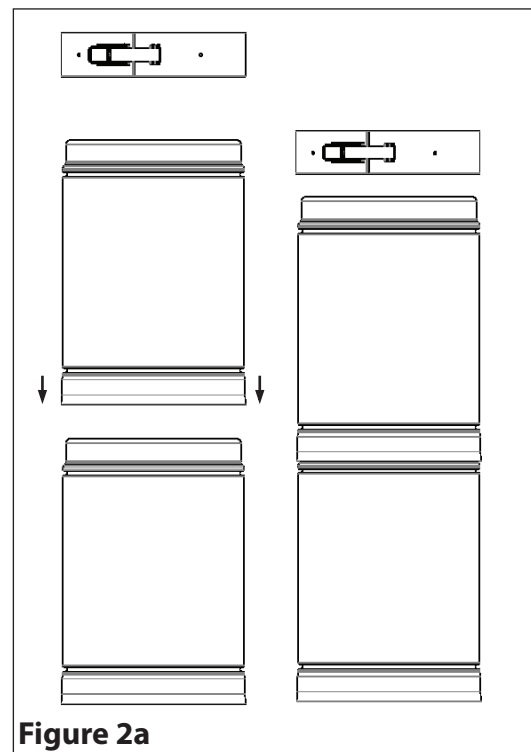

Figure 2a
- 3. Insérez la bride de sécurité dans les rainures situées aux deux extrémités. Une fois complètement engagée dans les rainures, fixer la bride de sécurité à l'aide de la serrure, engagé à la dernière position du crochet (**Figure 2a and 2b**).